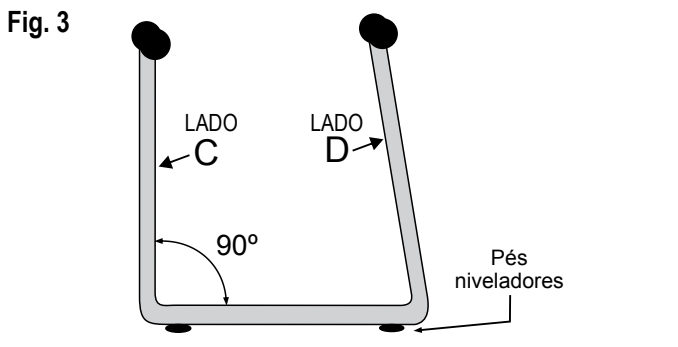

Fig. 3
4º) Posicione os pés (C), de forma que os lados com os ângulos de 90°, fique do lado da haste cromada (E1), e o lado com ângulo mais fechado (D), fique do lado da haste cromada (E2) e assim os pés (C) com o ângulo de 90° ficarão na frente do cavalete e os pés inclinados (D) ficarão na parte de atrás. **Ver Fig. 3**